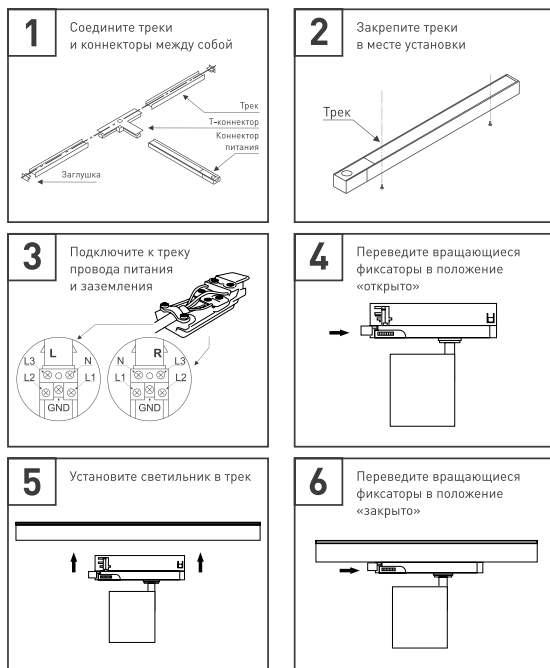

Рис. 2. Установка и подключение светильника
3.4. На коннекторе питания открутите винт и снимите крышку. Соберите схему подключения согласно рис. 2. Используйте 5-жильный кабель. Обязательно подключите защитное заземление к клемме GND.